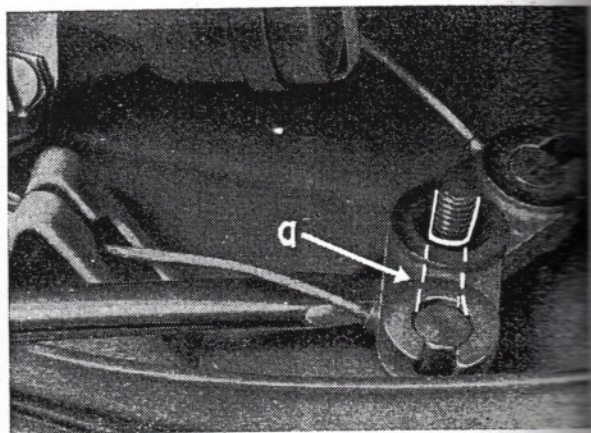

Abb. 15 Schalthebel abdrücken
2. Deckel für Vergaserraum aufschließen und abnehmen. Sechskantmutter M 6 (Schlüsselweite 10, im folgenden nur noch mit SW bezeichnet) von der Schaltgabelwelle abschrauben. Schalthebel mit Federscheibe abheben, ggf. mit einem Schraubenzieher abdrücken. (Siehe Abb. 15.)
Ab Motor-Nr. 01 020 008 ist der Schalthebel (siehe auch Pfeil bei Abb. 15) mit „oben“ gekennzeichnet. Außerdem sind die unteren Aufnahmekrallen für die Seilnippel geschlossen. Ab Motor-Nr. 01 025 053 wurde der Zweikantschlitz im Schalthebel auf die Breite von $7 + 0,022$ mm eingeengt und damit ein spielfreier Sitz erreicht. Dieser Schalthebel ist gegen die bisherige Ausführung austauschbar und wird unter der Teile-Nr. 0101-15226-01 geführt.
25. Schalthebel (ab Motor-Nr. 01 020 008 mit oben bezeichnet) so einbauen und festziehen, daß das Langloch zur Aufnahme der Schaltgabelwelle quer zur Fahrtrichtung zeigt (Siehe auch Abb. 15).